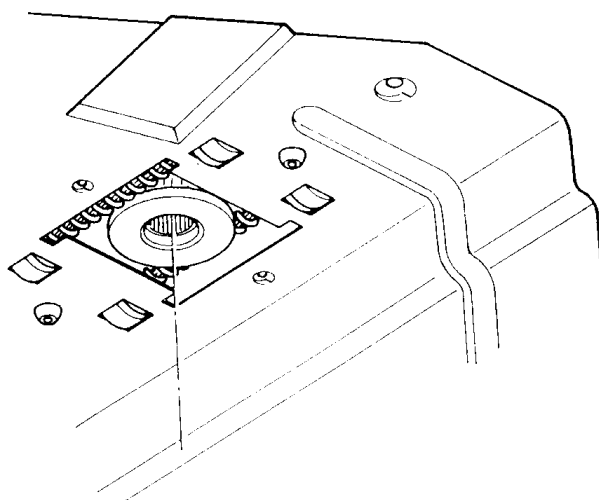

Рисунок 7
2. Снимите левую верхнюю и правую верхнюю крышки (7) механизма.
5. Опустите заднюю часть обивки, чтобы получить доступ к пластине крышки двигателя (48).
6. Снимите крышку двигателя. Тогда двигатель (46) выпадет.
7. Отключите проводку SCU (51) и снимите двигатель.
8. Снимите SCU винтом (53). Отпустите переднюю часть и выдвиньте его назад.
9. Снимите корпус (44) редуктора, открутив два винта (45).
10. Вставив отвертку, снимите редуктор (43), толкните его вперед, и он выпадет (рисунок 7).